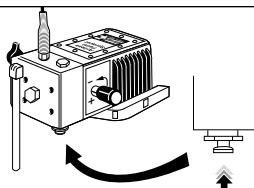

Figure 5- Appuyer Sur Le Bouton De La Soupape D'Échappement
4. Appuyer sur le Bouton de Sortie trois fois pour s'assurer que la Soupape D'Échappement fonctionne librement (Voir Figure 5).